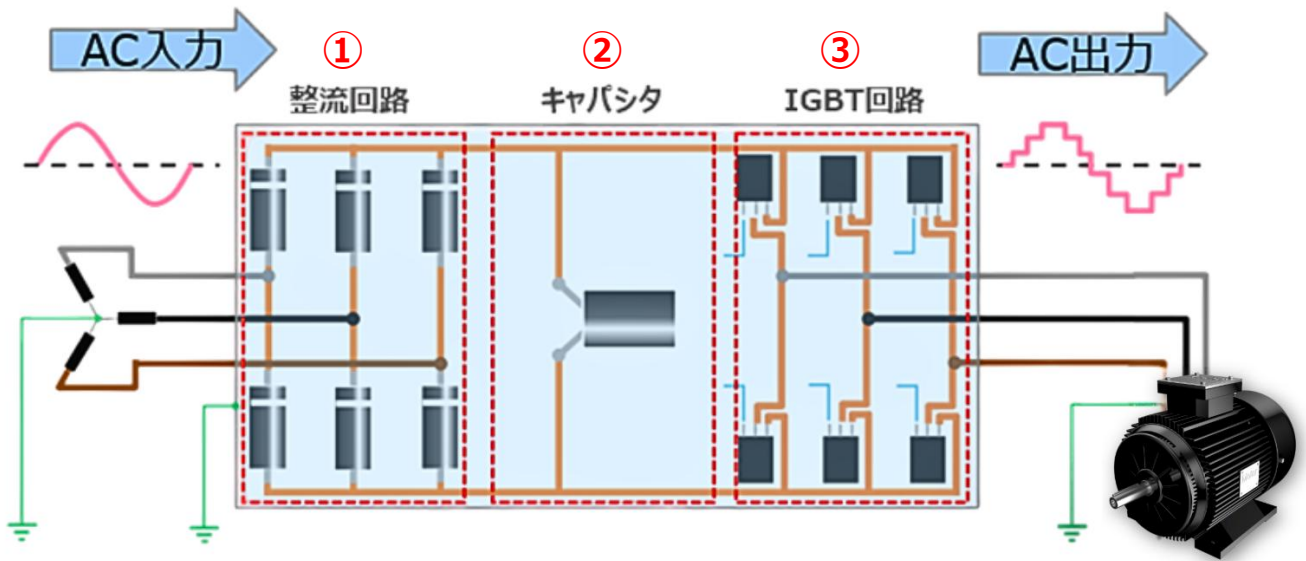

図3 インバータ・VFD・サーボドライブ
### 2. 1. [整流回路] (図3 ①)
### 2. 2. [キャパシタ] (図3 ②)
### 2. 3. [IGBT 回路] (図3 ③)